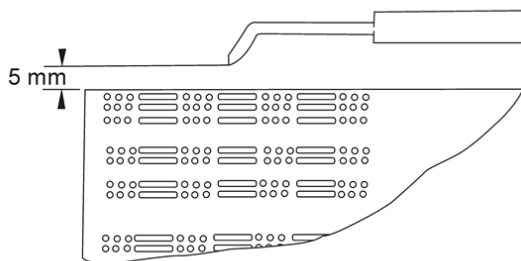

Figura 5
- Verificați poziția electrodului de pornire (vezi Figura 5).